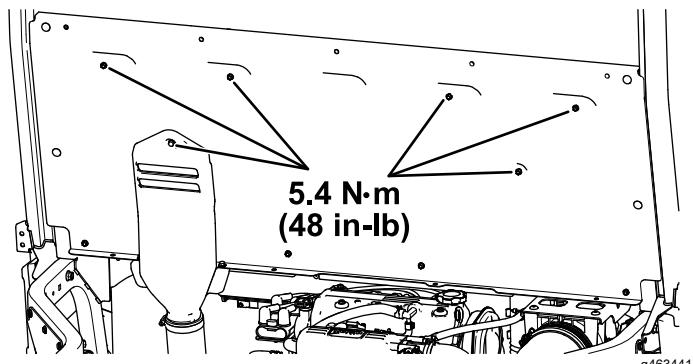

Figure 30
H. Serrez les 5 boulons à tête hexagonale à embase ( $\frac{1}{4}$ " x  $\frac{3}{4}$ ") et le boulon captif fixé au capot d'admission de CVT à 5,4 N·m, comme montré à la Figure 30.